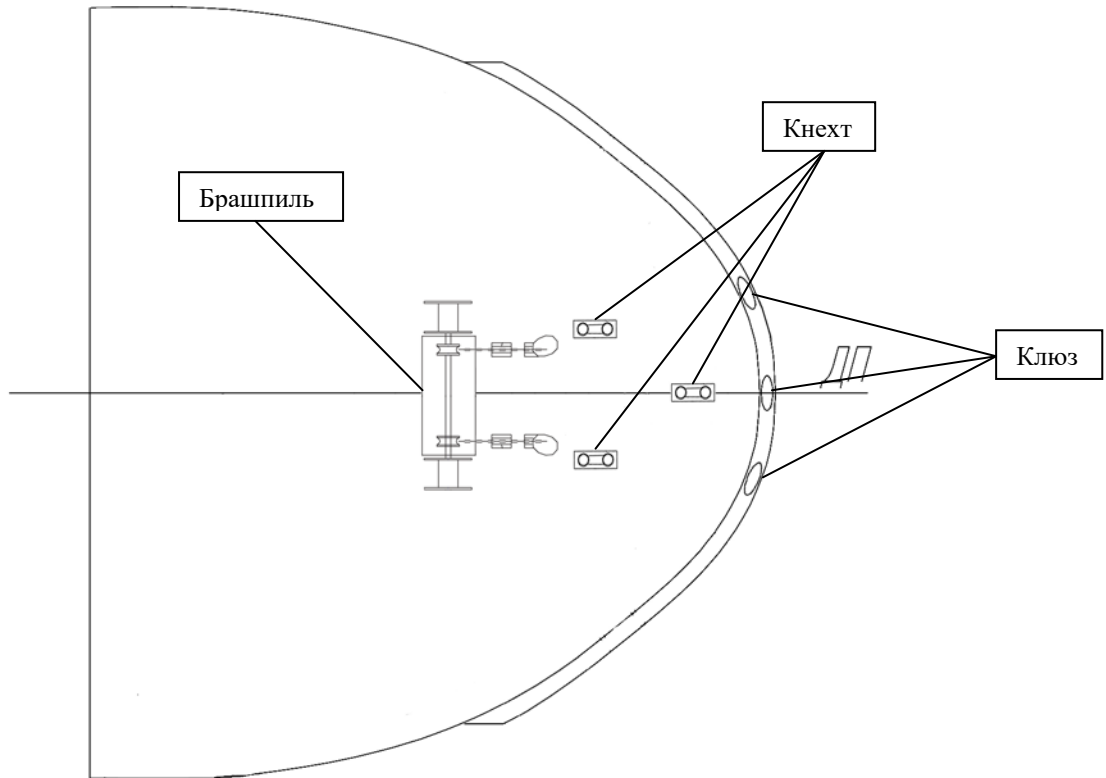
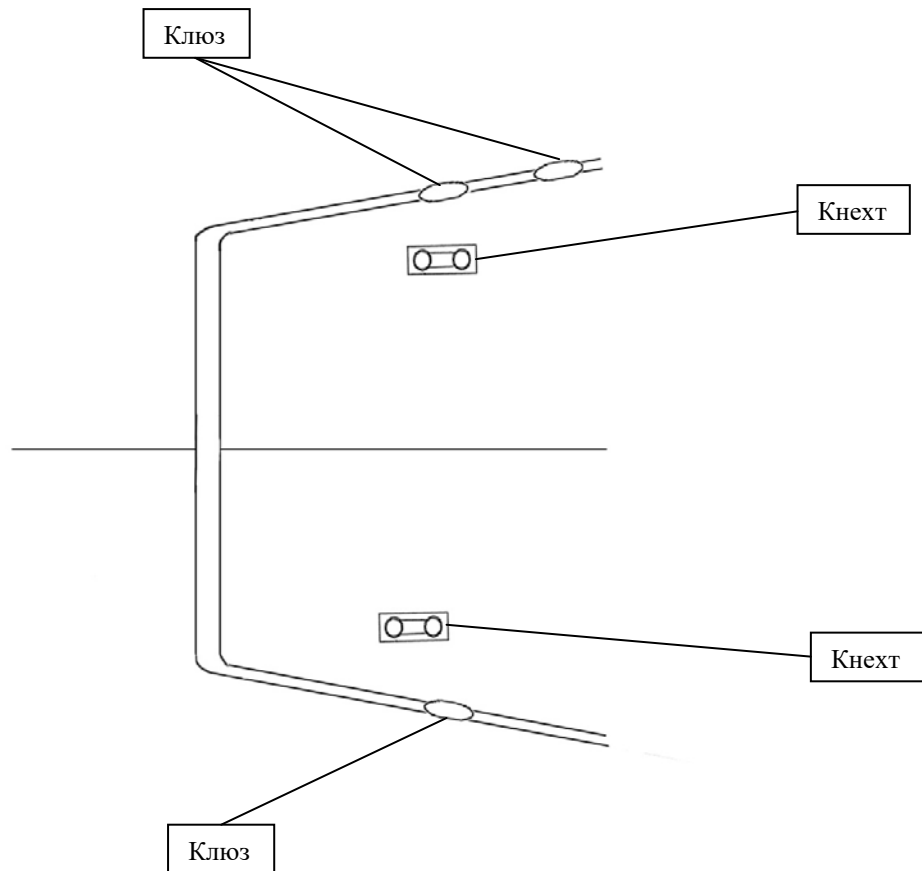

Рисунок 3.1 – Расположение устройств и оборудования в носу судна
Рисунок 3.2 – Схема расположения устройств и оборудования в корме судна
3.4 Схемы расположения устройств и оборудования показаны на рис.3.1 и рис.3.2.